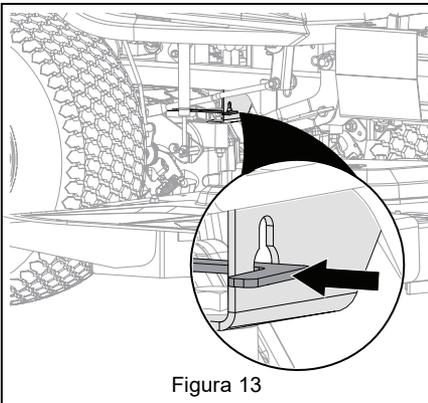

Figura 13
5. Gire las palancas de derivación de los transejes a la posición de funcionamiento. Consulte Figura 13.